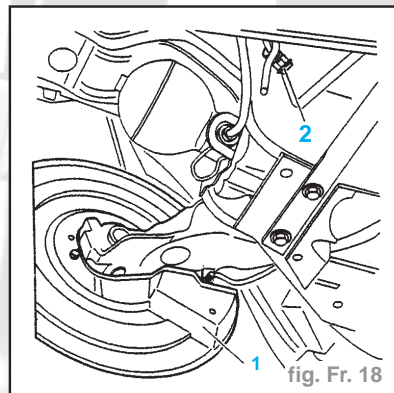

fig. Fr. 18
- Déposer la tôle (1).
- Déconnecter le connecteur (2) du capteur de roue (fig. Fr. 18).
- Connecter le connecteur (2) et le fixer sur l'essieu (fig. Fr. 18).
- la tôle (1)